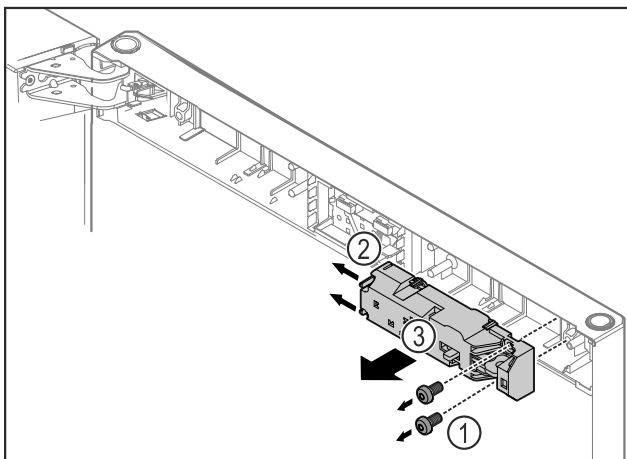

Fig. 12
- ▶ Fjern skruerne Fig. 12 (1).
- ▶ Tryk låsetappen Fig. 12 (2) til siden, og tag fjernlåsen Fig. 12 (3) af.